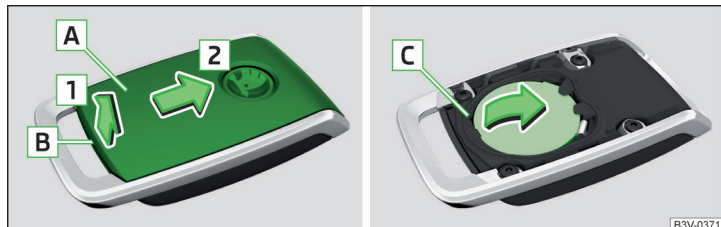

Fig. 331 Ridicarea capacului / scoaterea bateriei
- ▶ Cu o șurubelniță dreaptă subțire, desprindeți capacul **A** în zona **B** » fig. 331.